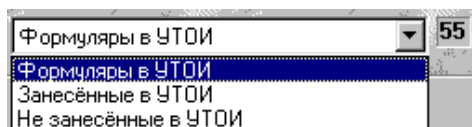

Рисунок 12
3.2.4 Фильтр «Формуляры в УТОИ» (рисунок 12) включает следующие режимы поиска: